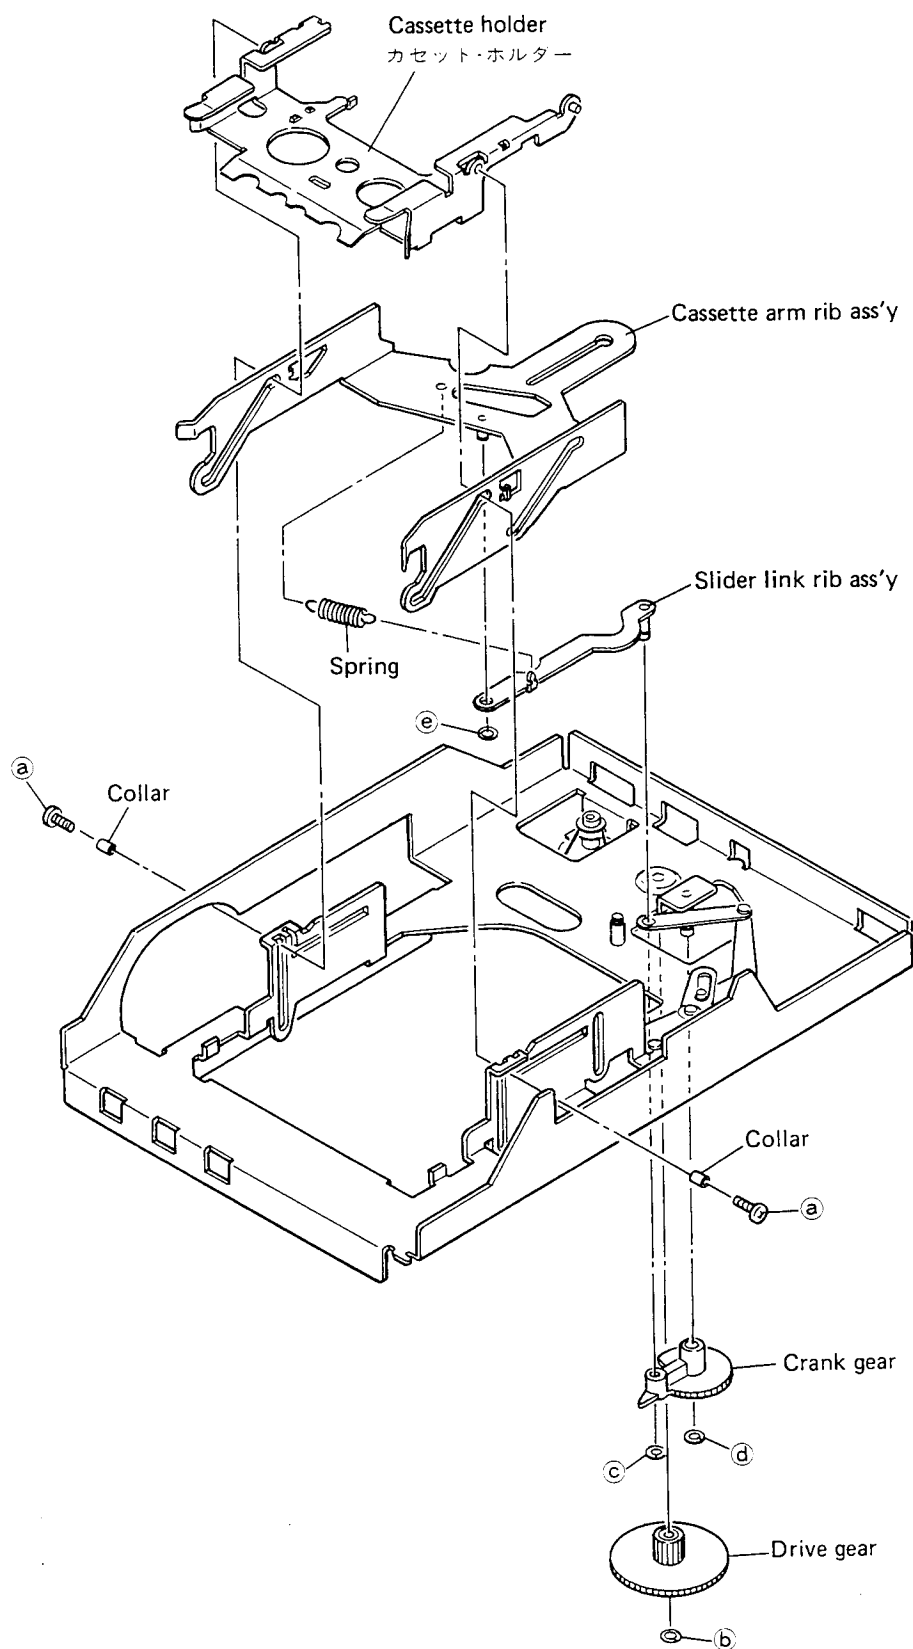

Fig. 2-18
2-3-8. Disassembly of the holder base block (Fig. 2-18)
2 - 3 - 8 . HOLDER BASE BLK の分解 (図2-18)
I. Remove two screws ㉑ and two collars shown in Fig. 2-18.
II. Slide the cassette arm rib ass'y shown in Fig. 2-18 backward by approx. 15cm, then remove the cassette holder.
I. Remove the spring shown in Fig. 2-18.
II. Remove washer ㉒ shown in Fig. 2-18, then remove the drive gear.
III. Remove washers ㉓ and ㉔ shown in Fig. 2-18, then remove the crank gear.
IV. Remove washer ㉕ shown in Fig. 2-18, then remove the cassette arm rib ass'y and slider link rib ass'y.
I. 図2-18のネジ㉑2本とCOLLAR 2個を外す.
II. 図2-18のCASSETTE ARM RIV Assy を後方へ約15cm程度スライドさせて、カセット・ホルダーを取外す.
I. 図2-18の SPRING を外す.
II. 図2-18のワッシャー㉒を外し、DRIVE GEARを取外す.
III. 図2-18のワッシャー㉓とワッシャー㉔を外し、CRANK GEARを取外す.
IV. 図2-18のワッシャー㉕を外し、CASSETTE ARM RIV Assy とSLIDER LINK RIV Assyを取外す.
Note: When adjusting molded part A, manually turn the drive gear (Fig. 2-18) to elevate the cassette holder, then, move the cassette holder to the upper edge and adjust screw (a) through the cassette holder hole through which the reel ass'y comes out.
注). 成型品Aを調整するときは、カセット・ホルダー昇降用ギア(DRIVE GEAR) (図2-18)を手動で回し、カセット・ホルダーを上端に移動させ、リール ASSY の出るカセット・ホルダーの穴からネジ①を調整して下さい。